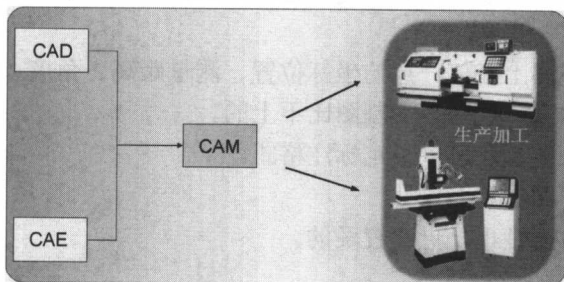

图 1-3
3. CAM (Computer Aided Manufacture): 是计算机辅助制造的意思, 顾名思义就是把计算机应用于生产制造过程中, 达到监视与控制的目的, 不仅可以使产品精密度得到提高, 还可由于生产自动化而大大降低人力成本, 如图 1-3 所示。